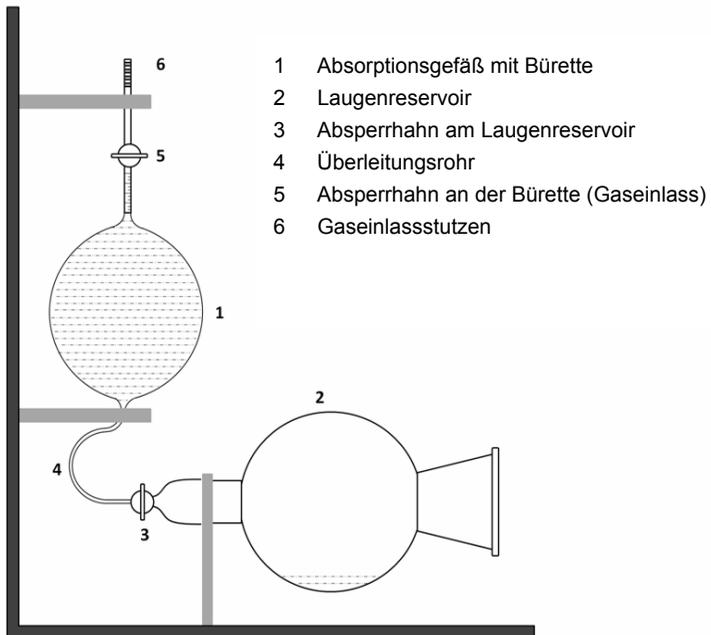

Abbildung 5: Gerätestellung zum Sammeln des Gases in der Bürette
- Hahn am Laugenreservoir schlieen, Gerat um 90° drehen, so dass sich das nicht absorbierte Gas in der Burette sammelt (vgl. Abbildung 5)